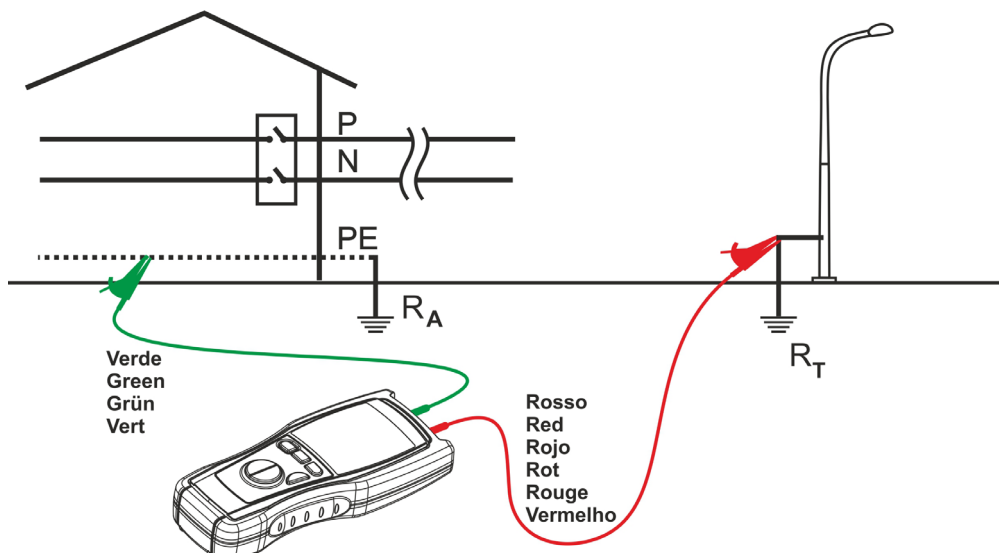
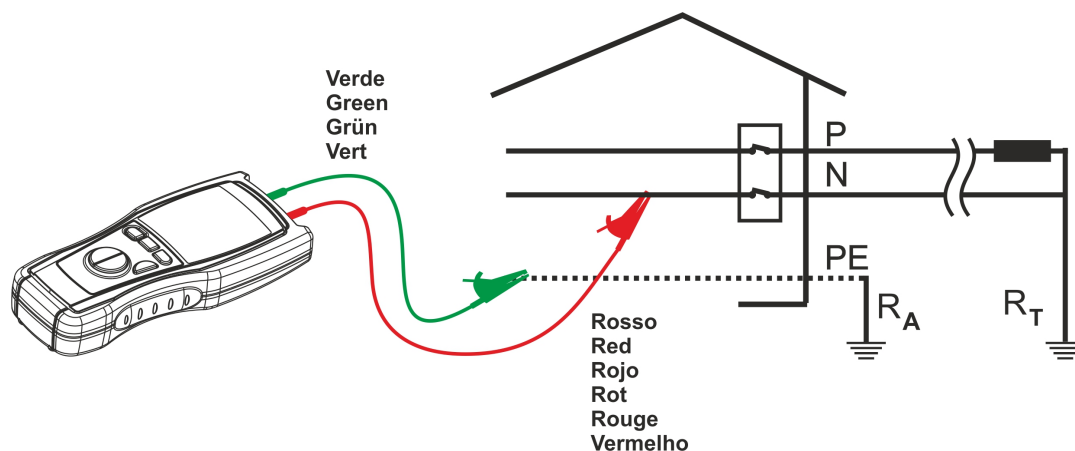

Fig. 3 : Exemple de connexion de l'instrument pour la mesure de terre à 2 Points
Fig. 4 : Exemple de connexion de l'instrument pour la mesure de terre à 2 Points (ne pouvant être utilisé que pour des systèmes TT).
- Dans la Fig. 3 on a utilisé en tant qu'*électrode de mise à la terre auxiliaire* un poteau électrique, mais on pourrait même utiliser des canalisations d'eau ou tout autre corps métallique planté dans le sol qui respecte les conditions ci-dessus.
- Seulement si le système sous test est un système TT on peut utiliser le conducteur de Neutre en tant qu'*électrode de mise à la terre auxiliaire* (voir Fig. 4).
7. Connecter les bornes de l'instrument aux points souhaités du circuit sous test (voir Fig. 4 et Fig. 3).